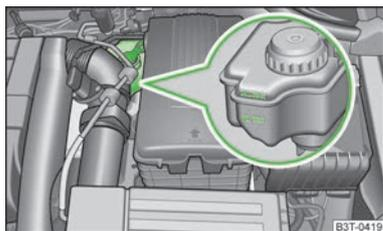

Abb. 160
- Den Bremsflüssigkeitsstand am Behälter prüfen » Abb. 160. Der Stand muss zwischen den Markierungen „MIN“ und „MAX“ liegen.